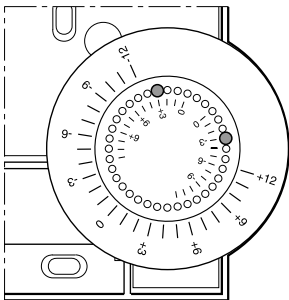

Figura 6: Limitación del rango de ajuste
- ▶ Desplace los dos pequeños pasadores en los agujeros del mando, para limitar el rango de ajuste (véase Figura 6). Tome el interior de la escala como punto de orientación: En la Figura 6, los pasadores están colocados de manera que la ruedecilla permita ajustarse  $\pm 3$  °C en torno al punto cero.